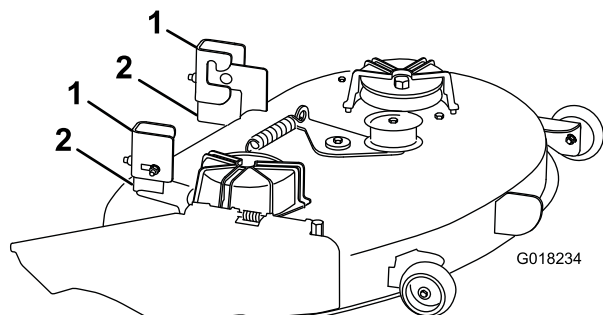

Figura 1
- retire os suportes de elevação existentes dos suportes da plataforma (Figura 1).